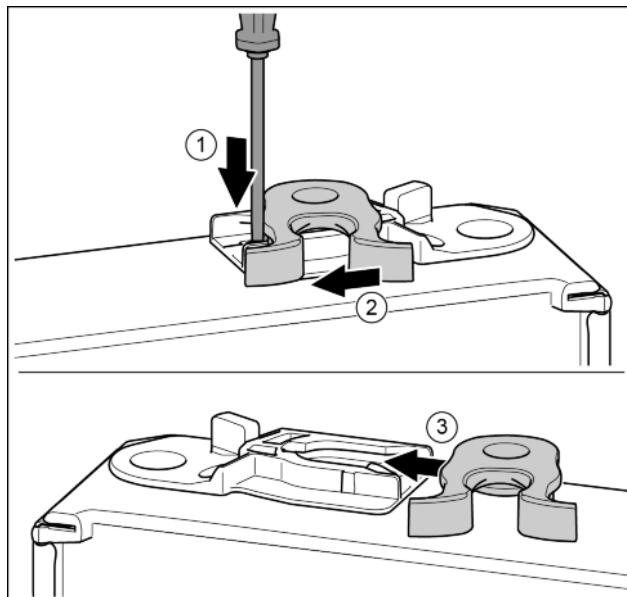

Fig. 17
- За допомогою шліцевої викрутки притисніть уніз накладку. Fig. 17 (1)
- Витягніть із напрямної запірний гачок. Fig. 17 (2)
- Вставте запірний гачок у напрямну з іншого боку. Fig. 17 (3)